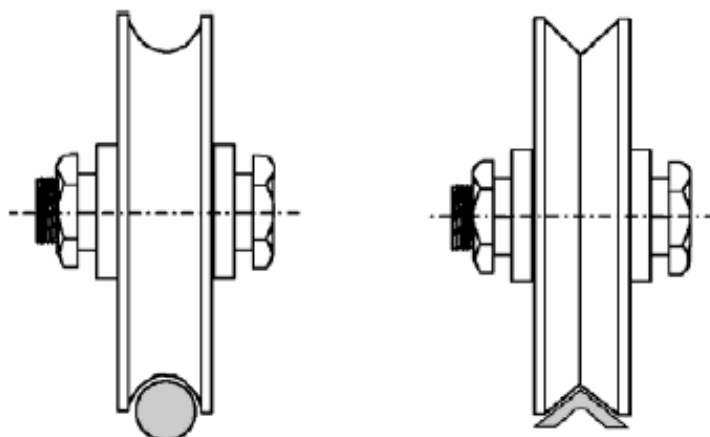

Fig. 4
- Verificar que las ruedas ( **Fig. 4** ) utilizadas sean las apropiadas para el tipo de guía a tierra
2. Rotar en sentido horario para desbloquear y contrahorario para bloquear. **(Fig. 4)**